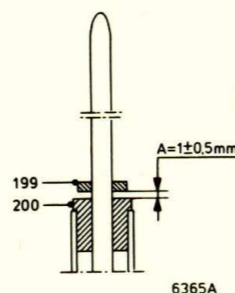

Fig. 49
**o. Hoogteinstelling van ring pos. 199 (zie fig. 49)**